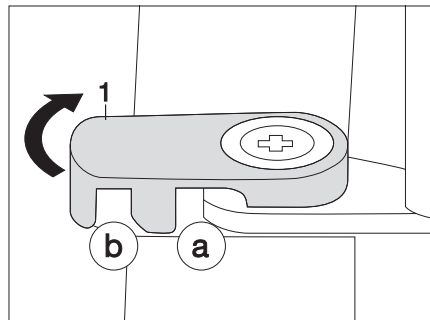

Fig. 115 Bloquer la porte du réfrigérateur
- Tourner le levier de blocage (Figure 115, 1) sur le côté.
- Tourner le levier de blocage (Figure 115, 1) en position de blocage. La porte du réfrigérateur est fermée et bloquée.
- Tourner le levier de blocage (Figure 115, 1) en position de blocage b. La porte du réfrigérateur est en position de ventilation.